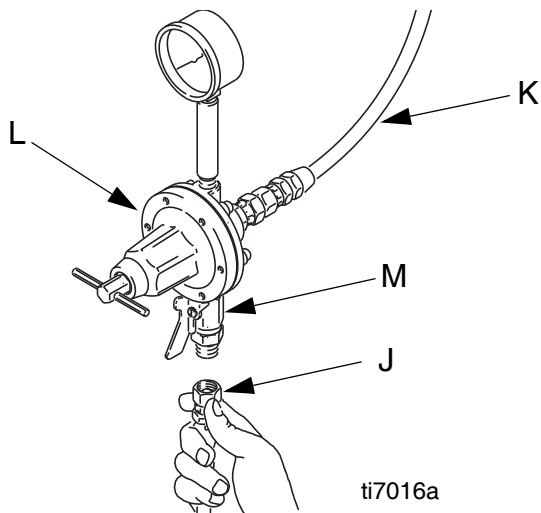

FIG. 8: Conecte la manguera de suministro de fluido.
- Instale un regulador de fluido (L) en la tubería de fluido para controlar la presión del mismo en la pistola. Vea la FIG. 8.
- Instale una válvula de cierre del fluido (M) para cerrar el suministro de fluido a la pistola.